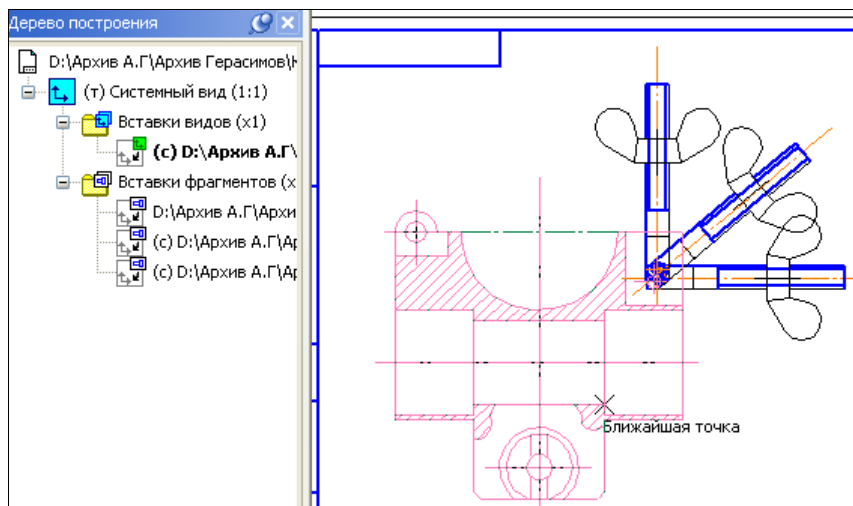

Рис. 2.32. Чертеж Захват с винтами и Деревом построения
- ◆ самостоятельно в этот чертеж вставьте фрагмент 1 разными способами с масштабом 1,5 и под разными углами, как на рис. 2.32;
- ◆ включите отображение Деревя построения, где появились новые элементы: **Вставки видов** и **Вставки фрагментов** (рис. 2.32), которые становятся видными при нажатии на знак "плюс" у элемента **Системный вид** и у самих элементов. Обратите внимание, что рядом с элементом в скобках указано количество вставленных элементов;